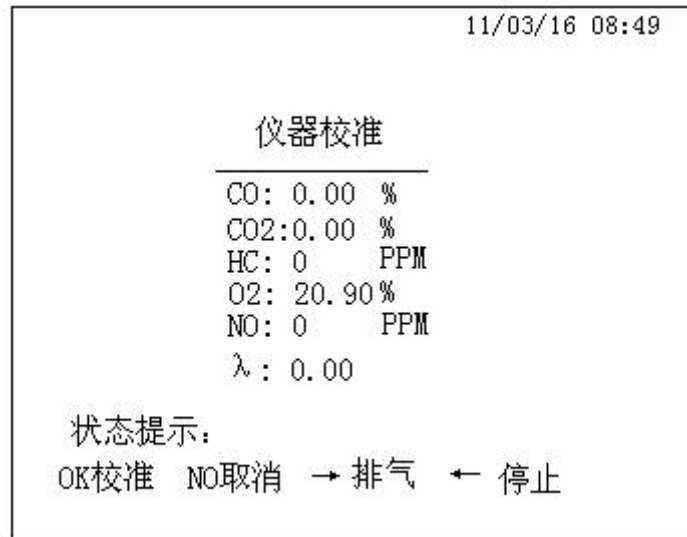

图4 仪器校准界面
- b)、在主菜单下按“←→”“↑↓”选择功能键，使光标移动到校准选项上，再按一下OK键，进入“仪器校准”子菜单，如图4。